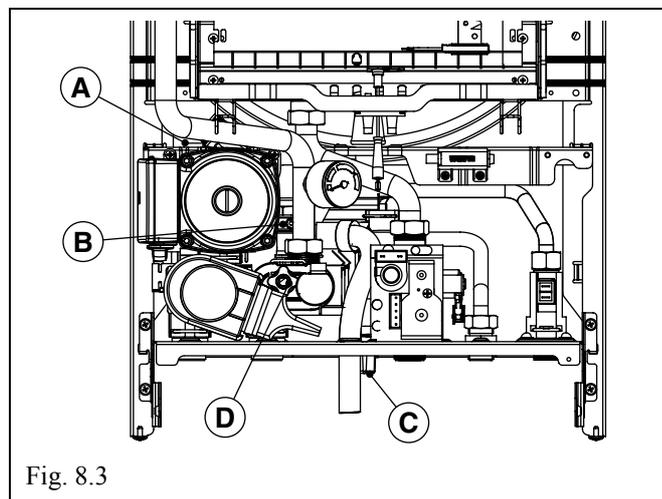

Fig. 8.3
**Per i riferimenti ai vari componenti consultare il disegno raffigurato in Fig. 8.3.**
- allentare la valvola di scarico caldaia (D - Fig. 8.3);